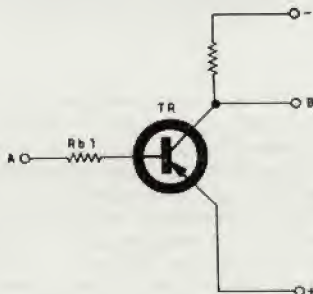

Fig. 1
Il circuito fondamentale è quello del transistor usato come interruttore, cioè completamente interdetto o in saturazione. (vedi fig. 1) (4). Se per R_b scorre una corrente sufficiente a portare il transistor in conduzione, B è praticamente a massa; se per R_b la corrente è minore, B è a potenziale negativo, data l'elevata resistenza interna del transistor in interdizione.